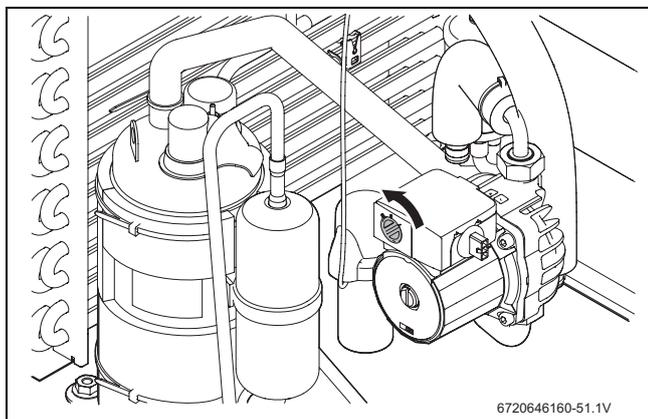

Fig. 14 Pompe de bouclage
- ▶ Régler le sélecteur de vitesse de la pompe de bouclage sur (→ fig. 14) « I ».